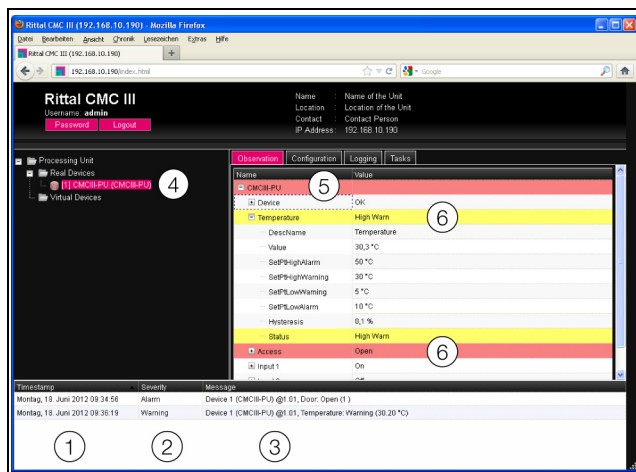

Abb. 29: Aufbau der Meldungsanzeige
1. Timestamp: Datum und Uhrzeit, wann der Fehler aufgetreten ist (Abb. 29, Pos. 1).
2. Severity: Schwere des aufgetretenen Fehlers. Es wird unterschieden zwischen Warnungen („Warning“) und Alarmen („Alarm“) (Abb. 29, Pos. 2).
3. Message: Fehlermeldung im Klartext (Abb. 29, Pos. 3).
- Linker Bildschirmbereich: Das Symbol vor der Komponente, an der der Fehler aufgetreten ist, wird in der Baumansicht bei einer Alarmmeldung rot, bei einer Warnmeldung gelb eingefärbt (Abb. 29, Pos. 4).
- Rechter Bildschirmbereich: Auf der Registerkarte **Observation** wird die gesamte Komponente sowie der spezielle Parameter, für den die Warnung bzw. der Alarm anliegt, rot bzw. gelb eingefärbt (Abb. 29, Pos. 5 und 6).